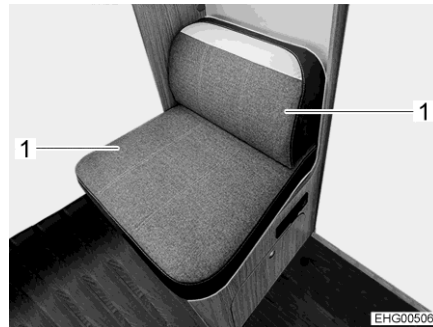

Fig. 28 Sedili
- Rimuovere i due cuscini (Fig. 28,1).